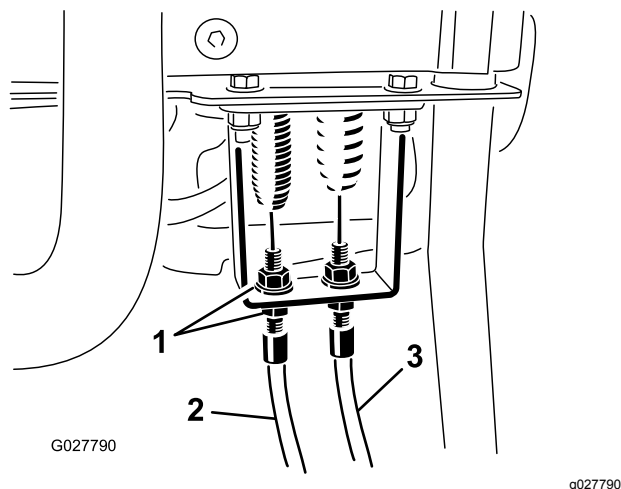

図 51
3. コントロールハンドルのバルクヘッド部で、リールコントロールケーブルをゆるめてケーブルにたるみを持たせる 図 51。